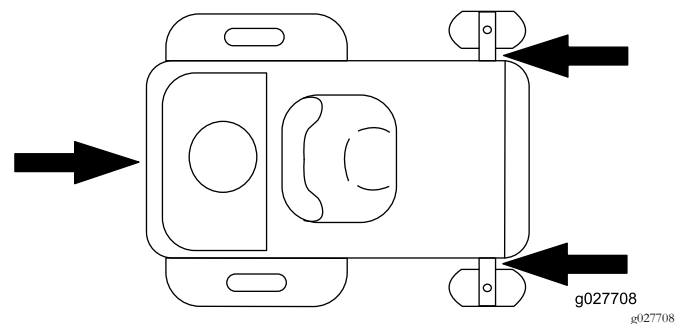

Figura 34
5. Amarre la máquina junto a las ruedas giratorias delanteras y el guardabarros trasero (Figura 34).